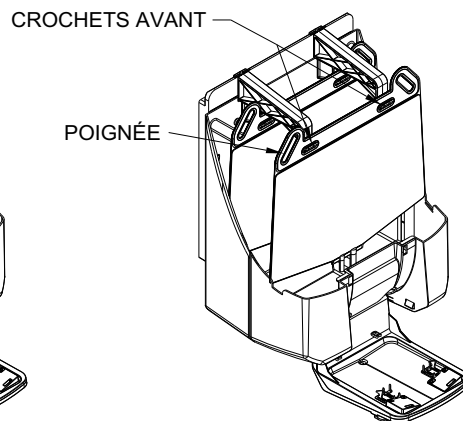

Figure 10
B. Soulevez la deuxième cartouche en utilisant la poignée et placez-la sur les crochets avant du support de suspension (réf. Figure 10).